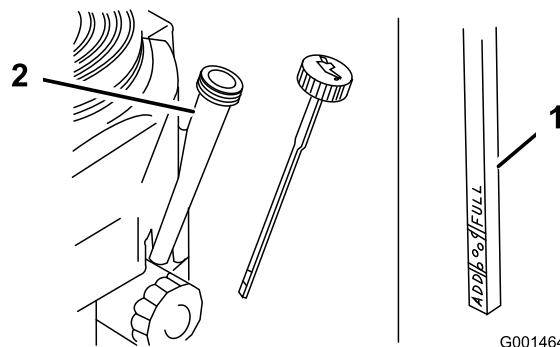

Figure 32
4. Nettoyez la surface autour de la jauge d'huile (Figure 32) pour éviter que des impuretés ne s'introduisent dans le goulot de remplissage, ce qui risquerait d'endommager le moteur.
5. Retirez la jauge d'huile et essuyez soigneusement son extrémité (Figure 32).
6. Remettez la jauge au fond du tube de remplissage, mais sans la visser (Figure 32).
8. Versez avec précaution environ 80 % de la quantité d'huile spécifiée dans le goulot de remplissage (Figure 32)